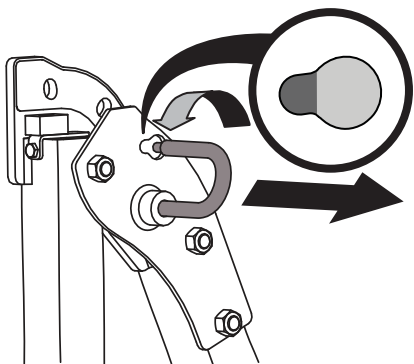

Figure 3-3
1. Pour changer la position de la structure de protection anti-retournement, tirez sur la partie supérieure de la structure de protection anti-retournement pour pouvoir retirer la goupille de verrouillage (a) de la position verrouillée (b). Tournez-la dans la position de réglage (c). Répétez l'opération pour l'autre côté. Voir Figure 3-3.